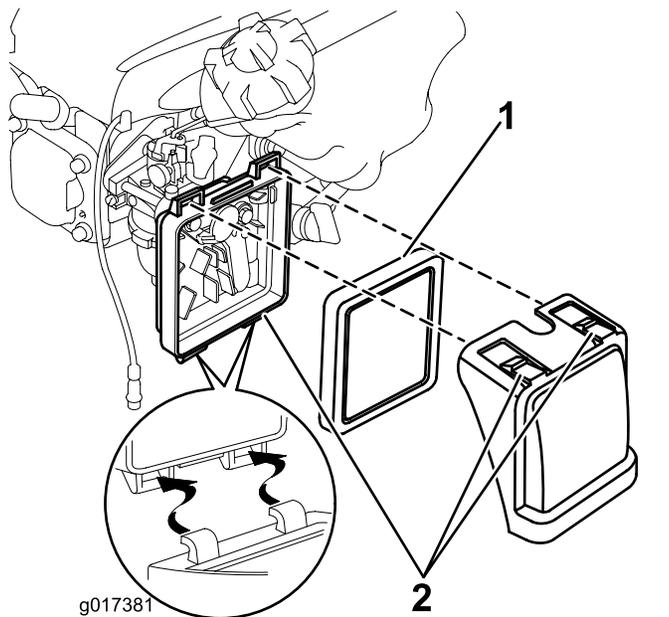

図 18
1. エアクリーナカバーの上部についているラッチのタブを押す 図 18。
2. カバーを開く 図 18。
3. フィルタを外す 図 18。
6. フィルタをエアクリーナボディに取り付ける 図 18。
7. カバーを取り付ける 図 18。